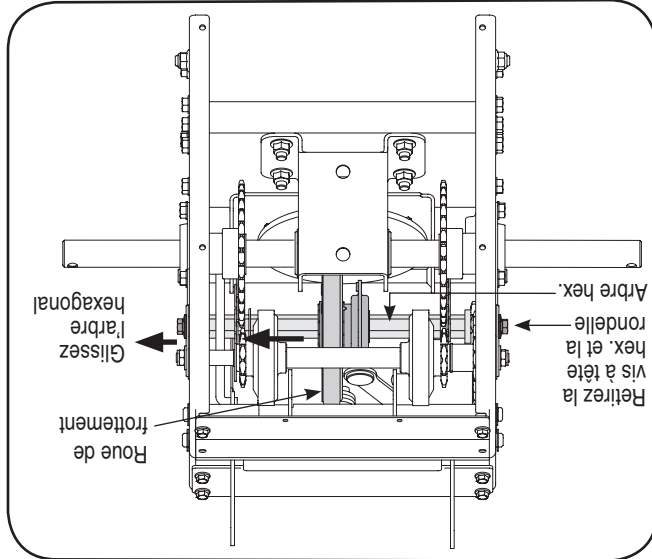

Figure 32
- Retirez la vis à tête hex. et la rondelle creuse du côté gauche du châssis. Voir la Figure 32.